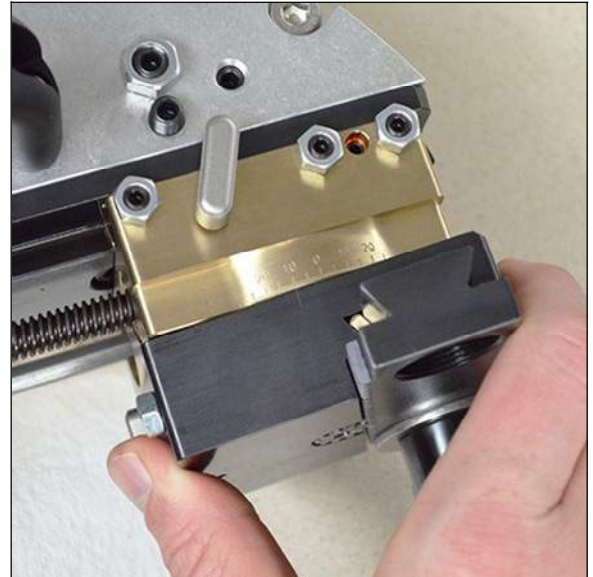

FIGURA 3-30. GIRE LA CABEZA DE LA HERRAMIENTA (SE MUESTRA EN FF1200)
4. Gire el cabezal de la herramienta hasta que la marca de verificación se alinee con la lectura del ángulo deseado en el transportador (Figura 3-30). Si el cabezal de la herramienta no se mueve, repita los pasos 2 y 3.